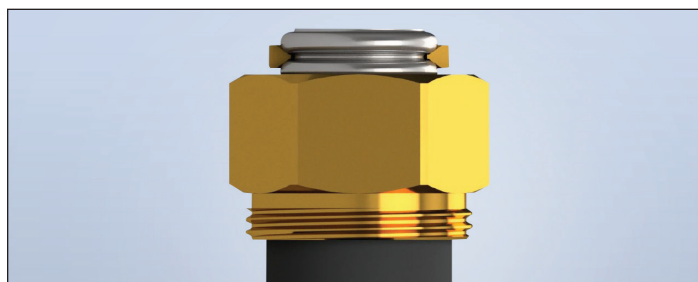

Figure 1-6
6. Séparez le robinet à boisseau sphérique 90° de l'écrou et retirez les deux bagues fendues. Glissez l'écrou sur l'extrémité coupée du tube jusqu'à la gaine. Placez deux bagues fendues dans la première ondulation juste à côté de la coupe du tube, puis glissez l'écrou vers l'avant pour couvrir et retenir les bagues fendues (figure 1-6).